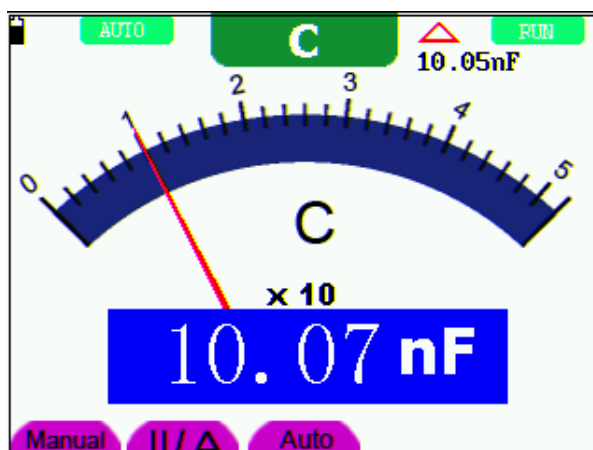

图 32：相对值测量界面
5. 插入被测电容，屏幕上主读数窗口显示的就是被测电容值。见图 32：
2. 在手动量程模式下，每按一次 **F1** 键，往上跳一档，到最高档后再按 **F1** 键则跳至最低档，依次循环。当前的量程指示可通过表针乘以倍率再乘以主读数窗口的单位获得。如图32所处的量程是 **40V**。